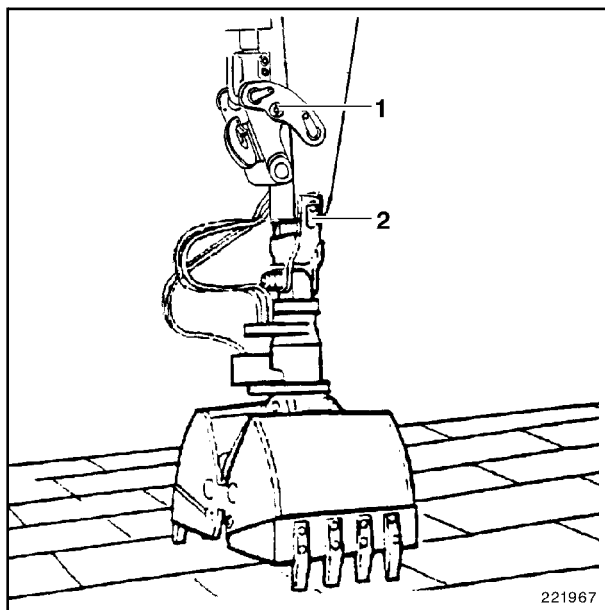

Fig. 1
- Hacer entrar el cilindro de la cuchara y montar el perno de seguridad para la biela y el balancín (1, Fig. 1).
- Introducir la pluma en el cojinete de la cuchara, introducir el perno de cojinete y asegurarlo (2, Fig. 1).